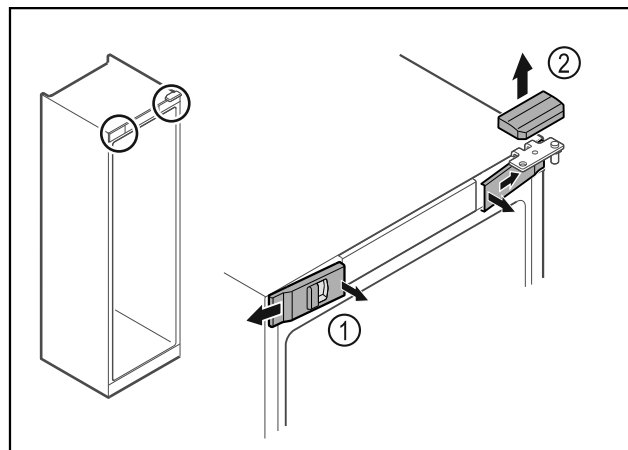

Fig. 9
- ▶ Spnite sprednje pokrove Fig. 9 (1) in jih odstranite proti strani.
- ▶ Zgornji pokrov Fig. 9 (2) snemite v smeri navzgor.